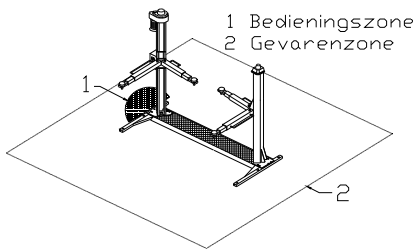
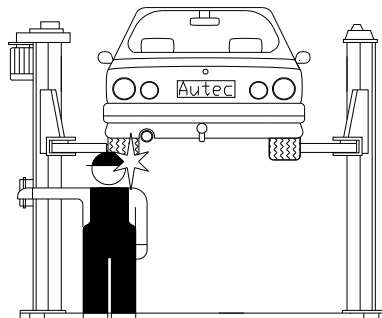

Fig.6
Fig.11
De veiligheidszone (Fig.6) wordt bepaald door de afmetingen van het voertuig.
Tijdens stijg- en daalbewegingen moet de bediener zich in de bedieningszone (1) bevinden, zoals aangegeven in Fig.6 . De aanwezigheid van personen in de gevarezone (2) is ten strengste verboden. De aanwezigheid van personen onder het voertuig geparkeerd is in de geheven stand.
Dit is mogelijk als de bediener niet op de aangewezen positie bij de bedieningskast staat, als de hefbrug met voertuig daalt is het de bediener niet toegestaan om gedeeltelijk of helemaal onder het dalend object te staan. Tijdens deze fase moet de bediener in de bedieningszone staan(Fig.11 + Fig.6).